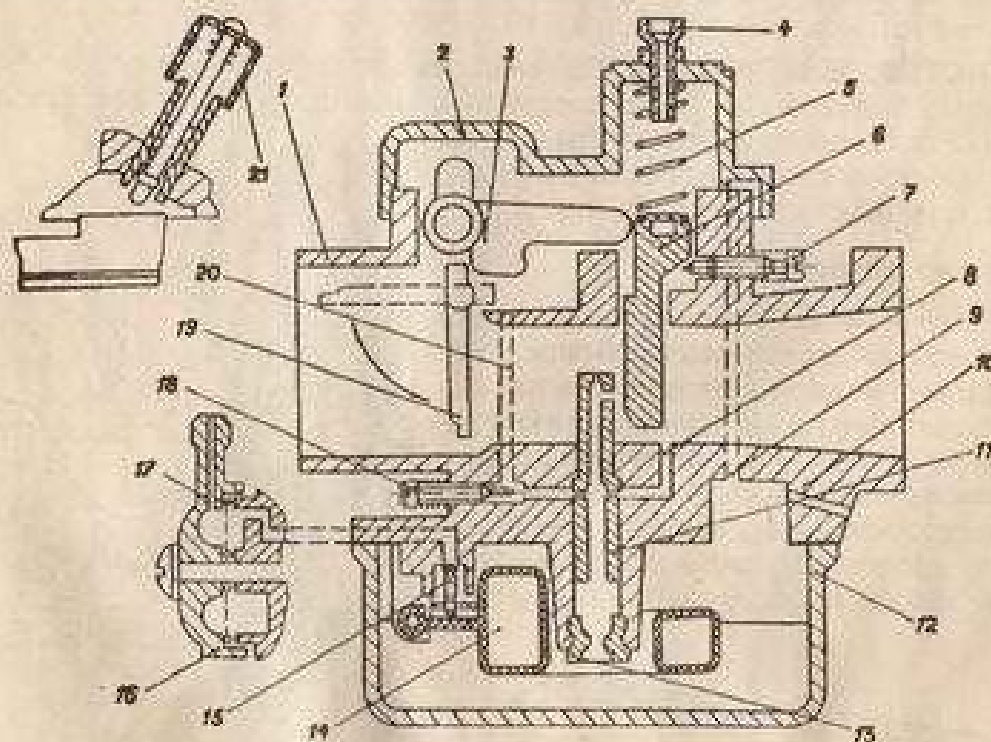

Рис. 11. Схема карбюратора К60В:
**КАРБЮРАТОР К60В** (рис.11) состоит из корпуса 1, дросселя 6, крышки карбюратора 2, поплавка 14 и поплавковой камеры 12.
Перед запуском двигателя вращением винта 7 (рис.11) установите дроссель так, чтобы между его основанием и нижней образующей смесительной камеры была небольшая щель (2-2,5 мм). Регулировочный винт 18 полностью вверните, а затем выверните на 0,5-1 оборот. Запустите двигатель и прогрейте его. После прогрева двигателя медленно выворачивайте винт 18. Обороты двигателя вначале будут возрастать, а потом снижаться. Начало снижения оборотов указывает на оптимальное положение винта для данного положения дросселя. Отворачивая винт 7 снова снизьте обороты двигателя и заворачиванием винта 18 вновь найдите его оптимальное положение. Указанные операции выполняйте до тех пор, пока не будут получены минимальные, но вполне устойчивые обороты двигателя. Устойчивость оборотов холостого хода проверьте, резко открывая и закрывая дроссель. Если двигатель работает устойчиво на малых оборотах, но останавливается в момент резкого открывания дросселя, смесь немного обогатите, заворачивая винт 18. Если двигатель останавливается в момент резкого закрывания дросселя – смесь обедните.